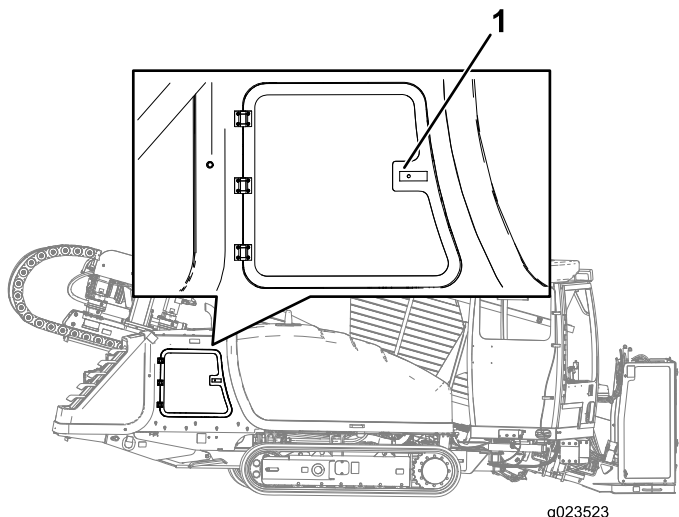

Рисунок 101
- Нажмите на левую сторону ручки панели и потяните панель для открывания, когда ручка будет отпущена (Рисунок 101).